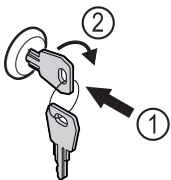

Fig. 151
- ▶ Klíč zasuňte dovnitř Fig. 151 (1).
- ▶ Otáčejte klíčem o 90° ve směru hodinových ručiček Fig. 151 (2).